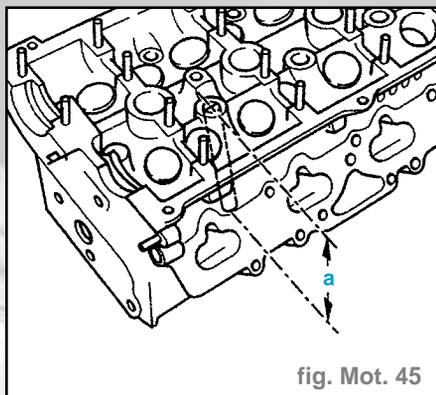

fig. Mot. 45
- La cote de rectification est mesurée à travers les alésages prévus pour les boulons de culasse (fig. mot. 45).